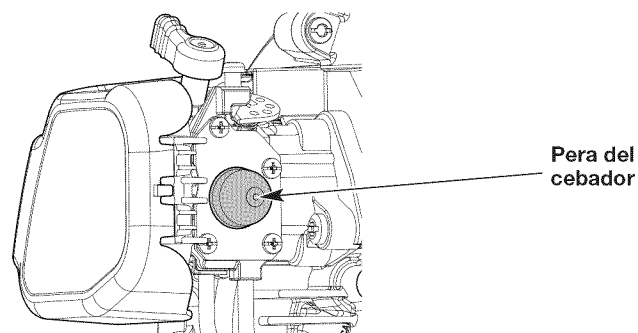

Fig. 8
3. Oprima y suelte despacio la pera del cebador **10 veces** (Fig. 8). Si no se ve combustible en la pera del cebador, oprima y suelte la pera hasta que se vea el combustible.